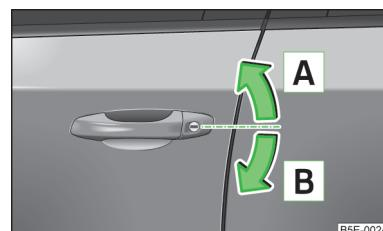

Fig. 12
- Gire la llave en el bombín de cierre de la puerta del conductor en el sentido de la flecha **A** fig. 12.
- Gire la llave en el bombín de cierre de la puerta del conductor en el sentido de la flecha **B** fig. 12.